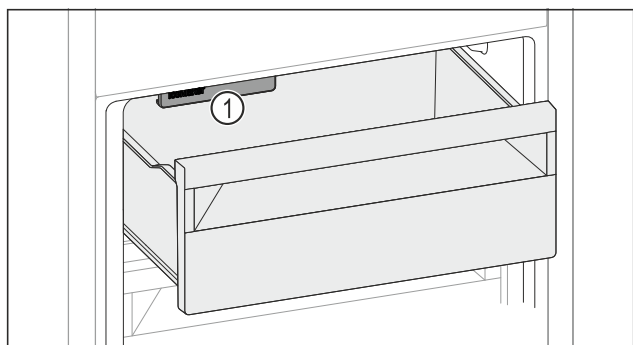

Fig. 160
- ▶ Vegye figyelembe az IceMaker-t Fig. 160 (1).